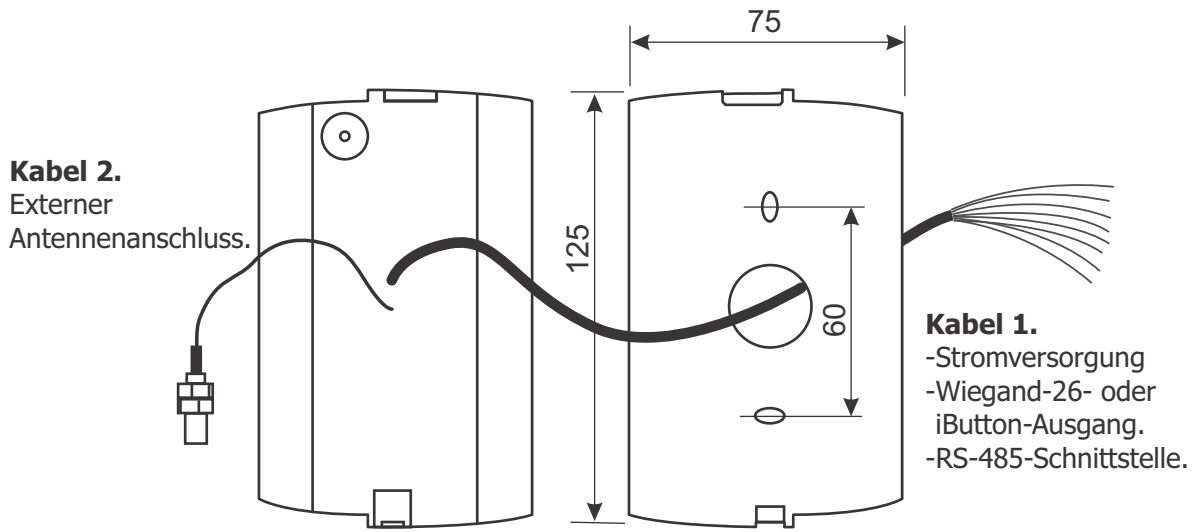

Abb. 1
1. Markieren und bohren Sie die Befestigungsbohrungen in derselben Größe wie die Löcher im Gehäuse des Lesegeräts (siehe Abbildung 1).